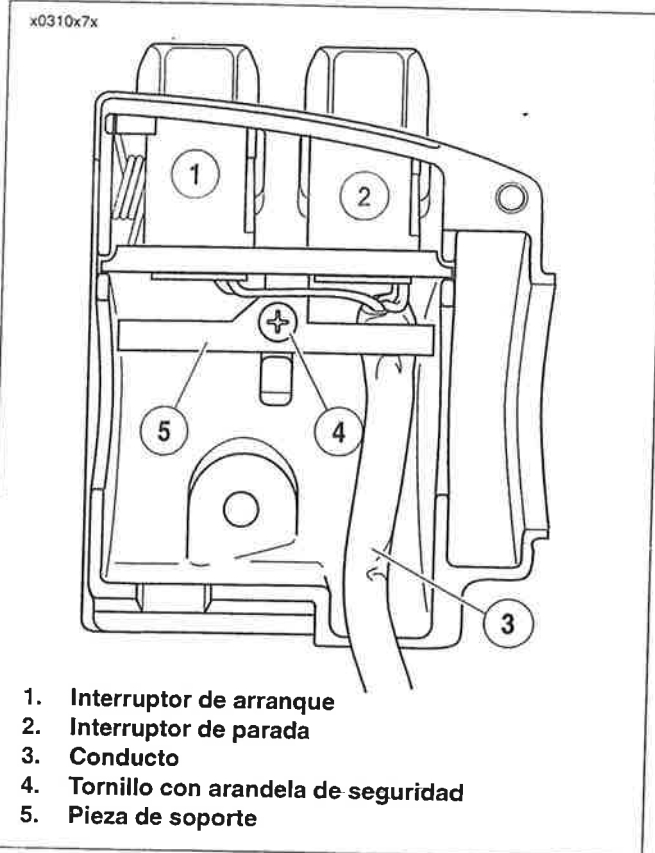
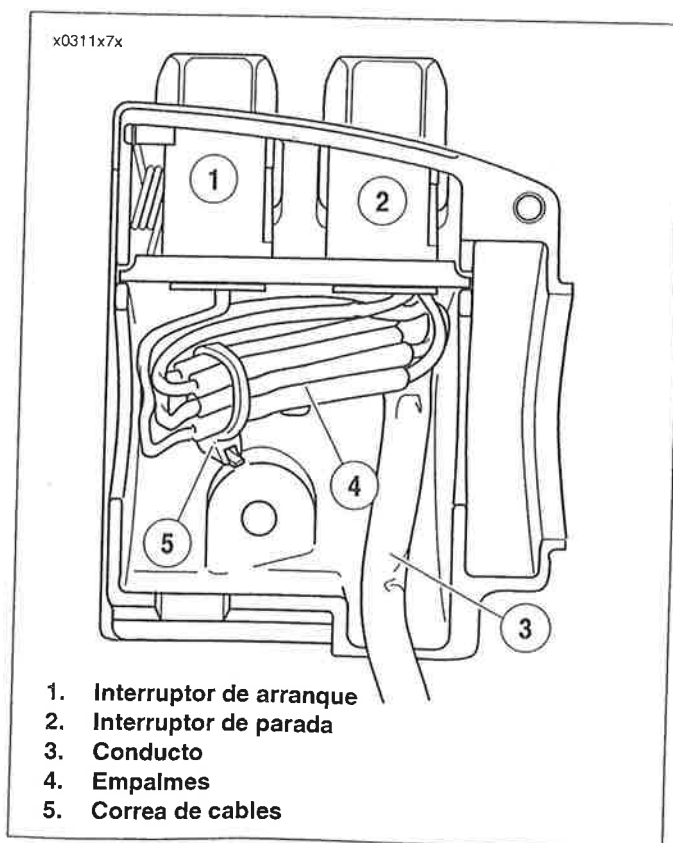

Figura 7-51. Caja de interruptores del manillar superior derecho (sin empalmes)
Figura 7-52. Caja de interruptores del manillar superior derecho (con empalmes)
1. Vea la Figura 7-51. Del interior de la caja de interruptores, quite el tornillo con la arandela de seguridad (4) para liberar la pieza de soporte (5). Quite el conjunto de pieza de soporte y el interruptor de la caja.
2. Quite el conducto de cables (3) situado abajo de la aleta de la pieza de soporte. Corte los cables de los interruptores viejos (1, 2) a una distancia de 6,4 mm (0,25 pulg.). Deseche el conjunto de pieza de soporte e interruptores viejos.
4. Separe los cables **nuevos** del interruptor de parada del motor (2) y el interruptor de puesta en marcha del motor (1) en dos manojos.
6. Encamine los cables de los interruptores de modo que las secciones empalmadas queden colocadas como se muestra en la Figura 7-52. Dirija el recorrido de los cables abajo de los empalmes debajo de la aleta en el lado del interruptor de parada del motor de la pieza de soporte como se muestra en la Figura 7-51.
7. Vea la Figura 7-52. Instale una correa (5) de cables nueva de 178 mm (7,0 pulg.) por debajo de la aleta de la pieza de soporte en el lado del interruptor de puesta en marcha del motor (1) y capture los empalmes de los cables (4).
9. Vea la Figura 7-51. Instale el tornillo Phillips y la arandela de seguridad (4) para asegurar la pieza de soporte (5) dentro de la caja. Compruebe que la aleta en el lado de la pieza de soporte (2) correspondiente al interruptor de parada del motor (5) atrape el borde del conducto (3), como se muestra.